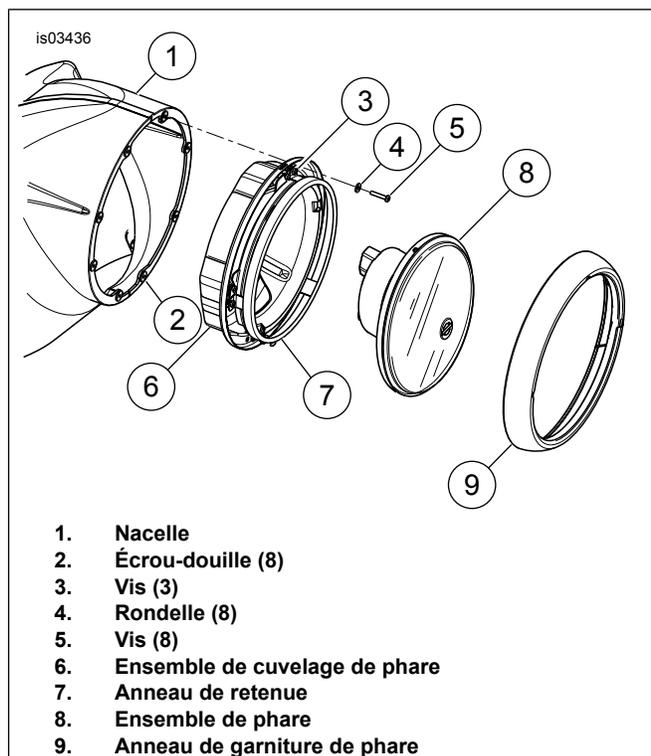

Figure 6. Installer le phare
15. Voir Figure 6. Installer l'ensemble de phare précédemment retiré (8) dans le cuvelage de phare (6) en utilisant l'anneau de retenue (7) et les trois vis (3).
17. Installer l'ensemble du phare et de cuvelage dans la nacelle en utilisant huit rondelles (4) et vis (5) du kit.